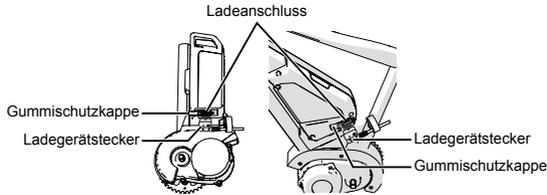

Abb. 1
- 1) Öffnen Sie die Gummischutzkappe der Batterie und verbinden Sie den Ladegerätstecker mit dem Ladeanschluss. (Abb. 1)